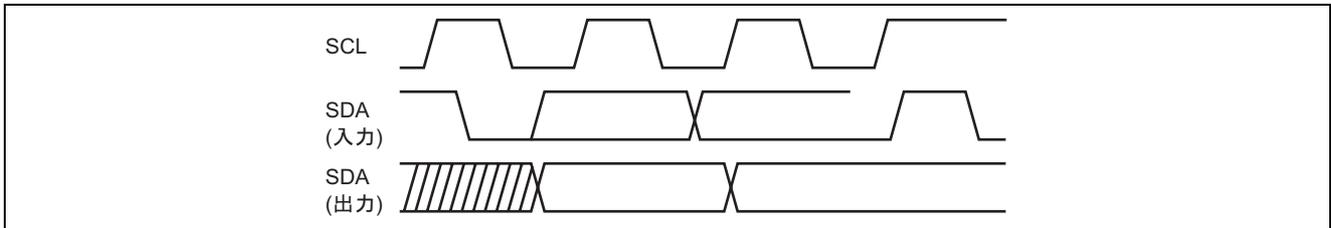
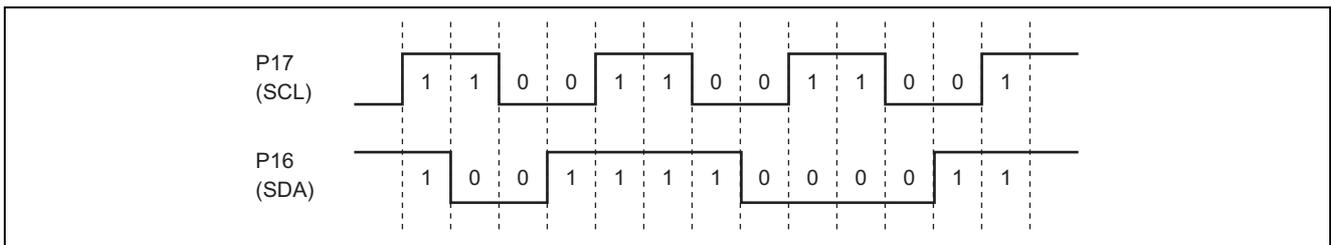

図 2 IIC バス EEPROM のバス・タイミング
図 3 P17 端子、および P16 端子レベルのタイミング波形
- (2) 使用する IIC バス EEPROM は、図 2 に示すようなバス・タイミングです。本タスク例では、ソフトウェアにより P17 端子レベルを "High"、"Low" に設定し、SCL に出力するシリアルクロックを生成しています。ソフトウェアにより生成したシリアルクロックに同期して、P16 端子からシリアルデータを出力/入力し、IIC バス EEPROM へのアクセスを実現しています。図 3 に P17 端子、および P16 端子レベルのタイミング波形を示します。